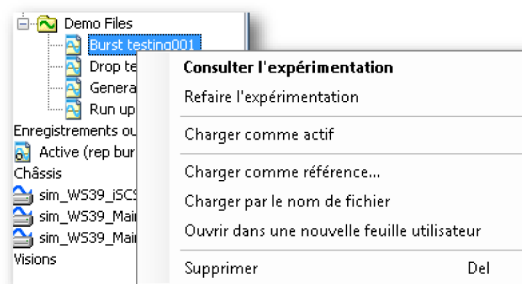

Figure 4.15 : Navigateur d'enregistrements avec menu contextuel
- Sélectionner un enregistrement et cliquer à l'aide du bouton droit de la souris pour faire apparaître le menu contextuel dans Figure 4.15.